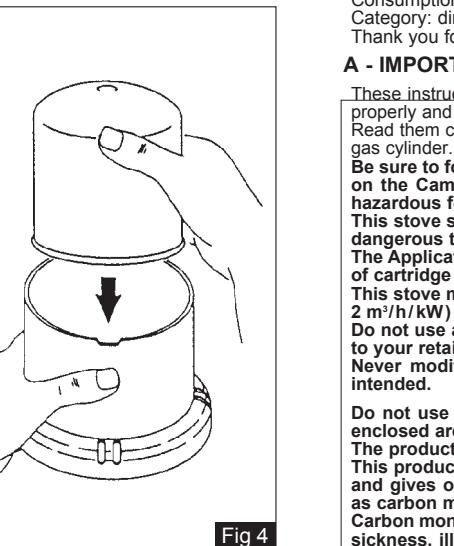

Fig 4
4) Before inserting the Campingaz® C 206 cartridge in the housing (fig. 4) check that the contact area is thoroughly clean (remove labels, any traces of glue...) and not damaged.
4) Antes de introducir el cartucho Campingaz® C 206 en la campana (fig.4) verifique que la zona de perforación está perfectamente limpia (sin etiqueta, ni cola, etc.) y no está deformada.